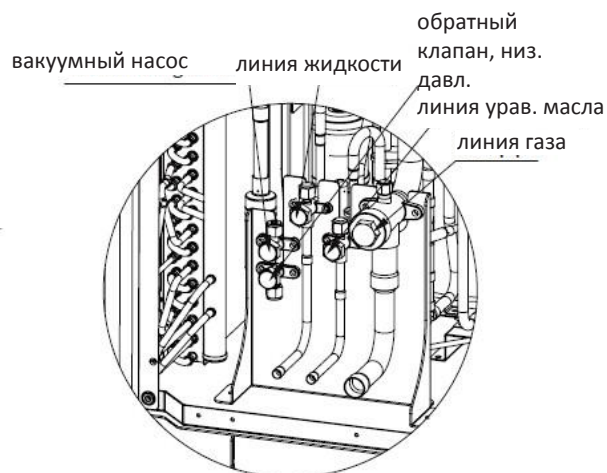

Рис. 35
- (2) Если в системе подключено более 2 наружных блоков, вакуумирование осуществляется через штуцер на линии уравнивания масла. Следует убедиться, что клапаны уравнивания масла на наружных блоках закрыты. См. рис. 35.